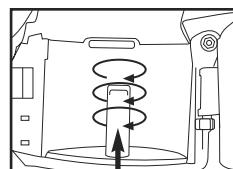

Figure 2
2. **Vérifier le réglage :** La cloueuse doit être réglée pour la longueur de clou à utiliser. L'alimentation en clous ne s'exécutera pas en douceur si la cartouche est incorrectement réglée. La cartouche contient une plateforme à clous réglable sur laquelle repose le rouleau de clous. La plateforme à clous peut être déplacée vers le haut ou vers le bas sur quatre réglages de longueur de clous. Pour modifier le réglage, soulevez la tige et tournez-la jusqu'à obtenir le réglage voulu. (Voir Figure 2)